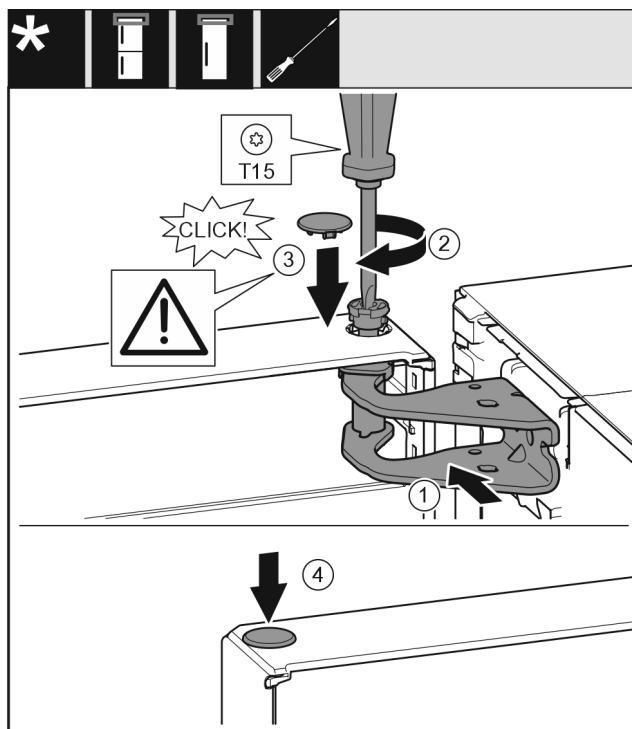

Fig. 23
- Dveře nahoře vyrovnejte s otvorem ve stojanu ložiska Fig. 23 (1).
- Vložte čep Fig. 23 (2) a pevně jej utáhněte šroubovákem.
- Nasad'te kryt Fig. 23 (3).
- Zkontrolujte, zda kryt Fig. 23 (3) doléhá na dveře.
- Nasad'te kryt Fig. 23 (4).